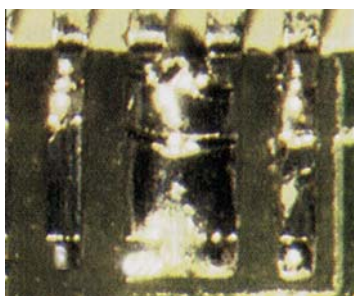

Рис. 1. Перемычки припоя
1. **Перемычки припоя** (см. рис. 1). Это электрические соединения через припой двух проводников для соединения не предназначенных, приводящие к короткому замыканию.